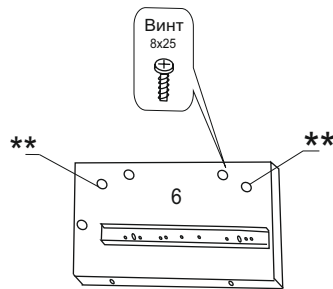

Рис.3
Далее собранную конструкцию присоединить с одной стороны к тумбе, а с другой стороны к опоре стола (дет.2) через сквозные отверстия в перегородках (рис.3) с помощью винтов 8x25 (№1), вставив винт в футорку, установленную заранее (на производстве) в боковину тумбы и в опору.
2. Каждая направляющая состоит из двух съёмных, зафиксированных частей. Поэтому возьмите и отодвиньте ножку фиксатора вниз и аккуратно вытащите съёмную часть направляющей. (рис.3а).
3. Теперь у нас каждая направляющая состоит из двух съёмных частей (рис.3б). Съёмные части №1 крепятся к боковине ящика, а части №2 к боковине ниши, где будет ящик. Съёмная часть направляющей №1 крепится к боковой стенке ящика.
7. Теперь как установить шариковые направляющие к боковине ниши. Передняя часть направляющей должна быть на одном уровне с краем боковины ниши, на которую крепится направляющая (рис.3в).
рис.3а
рис.3б
рис.3в